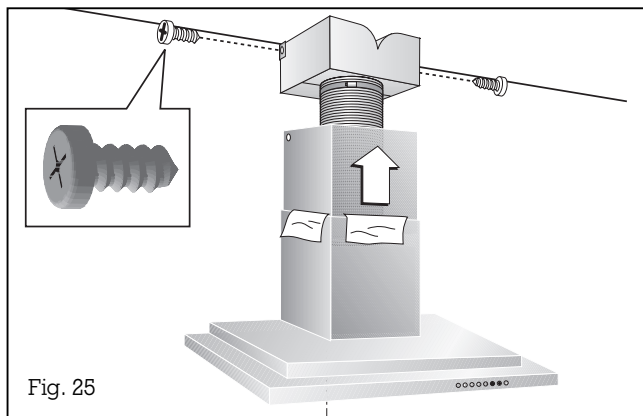

Fig. 25
- Tirez la partie supérieure de la cheminée vers le haut pour l'amener dans sa position définitive puis fixez-la au support de plafond, avec 2 vis (fig. 25).